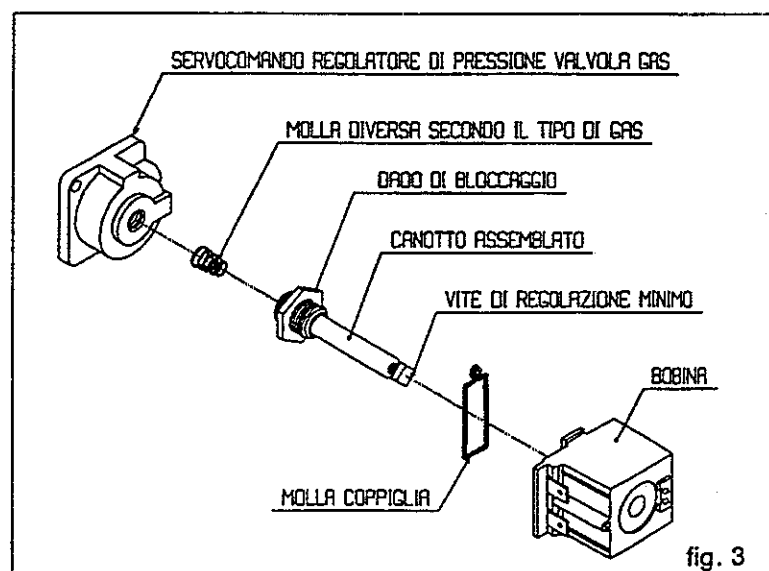

fig. 3
d) Sostituzione molla modulatore (fig. 3).